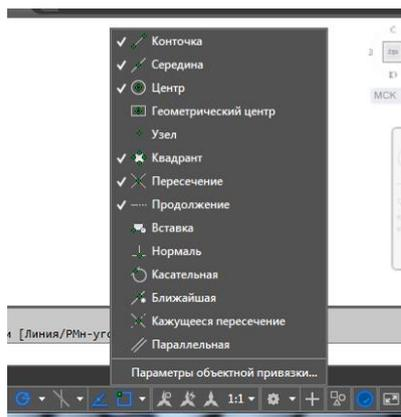
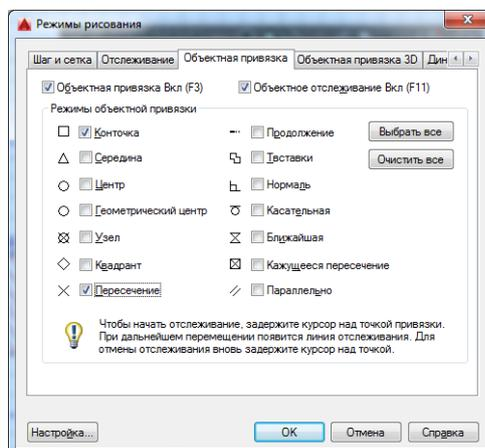

Рис. 2.
Рис.3.
Постоянные привязки (такие, которые действуют на протяжении всей работы с файлом) устанавливаются после включения кнопки  в строке состояния (рис.2).
Также постоянные режимы объектной привязки можно задать через диалоговое окно установки (рис.3), где в нужных окошках выставляются флажки. Оно вызывается из строки состояния (рис.2) *Параметры объектной привязки*. Постоянными удобно иметь привязки "Конечная точка" и "Пересечение".
8. Если Вы хотите, чтобы панель временных объектных привязок присутствовала на рабочем столе AutoCADa, вызовите из меню *Сервис* ⇒ *Панели инструментов* ⇒ *AutoCAD* ⇒ *Объектная привязка* (рис.3). Появившуюся панель расположите в удобном месте за пределами графической зоны (например, вверху).
11. Установите постоянную объектную привязку "Конточка". Для этого в окне "Режимы рисования" (рис. 3) поставьте флажок в окошке "Конточка".
14.1. Создайте 3 слоя "Вспомогательный", "Основной" и "Осевые" Тип линий на осевом слое – Осевая 2. В диалоговом окне "Режимы рисования" (рис.3) на вкладке "Объектная привязка" установите объектные привязки "Пересечение" и "Центр". На вкладке "Отслеживание" задайте углы 45° и 135° .